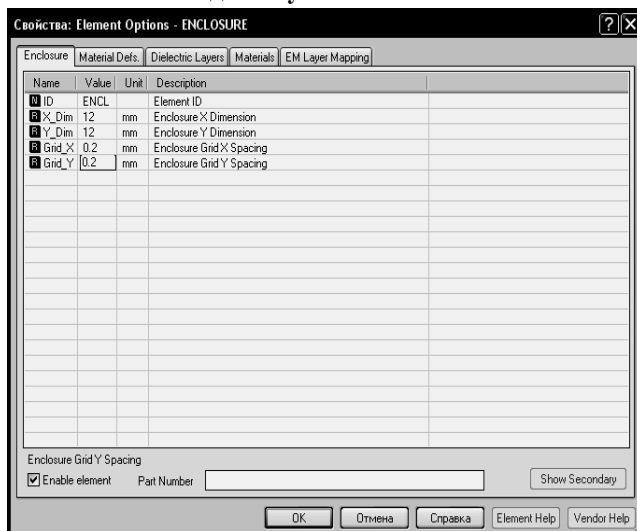

Рис. 5.2
5. На вкладке **Enclosure** открывшегося окна (рис. 5.2) в поля **X\_Dim** и **Y\_Dim** введите **12**, в поля **Grid\_X** и **Grid\_Y** введите **0.2**.